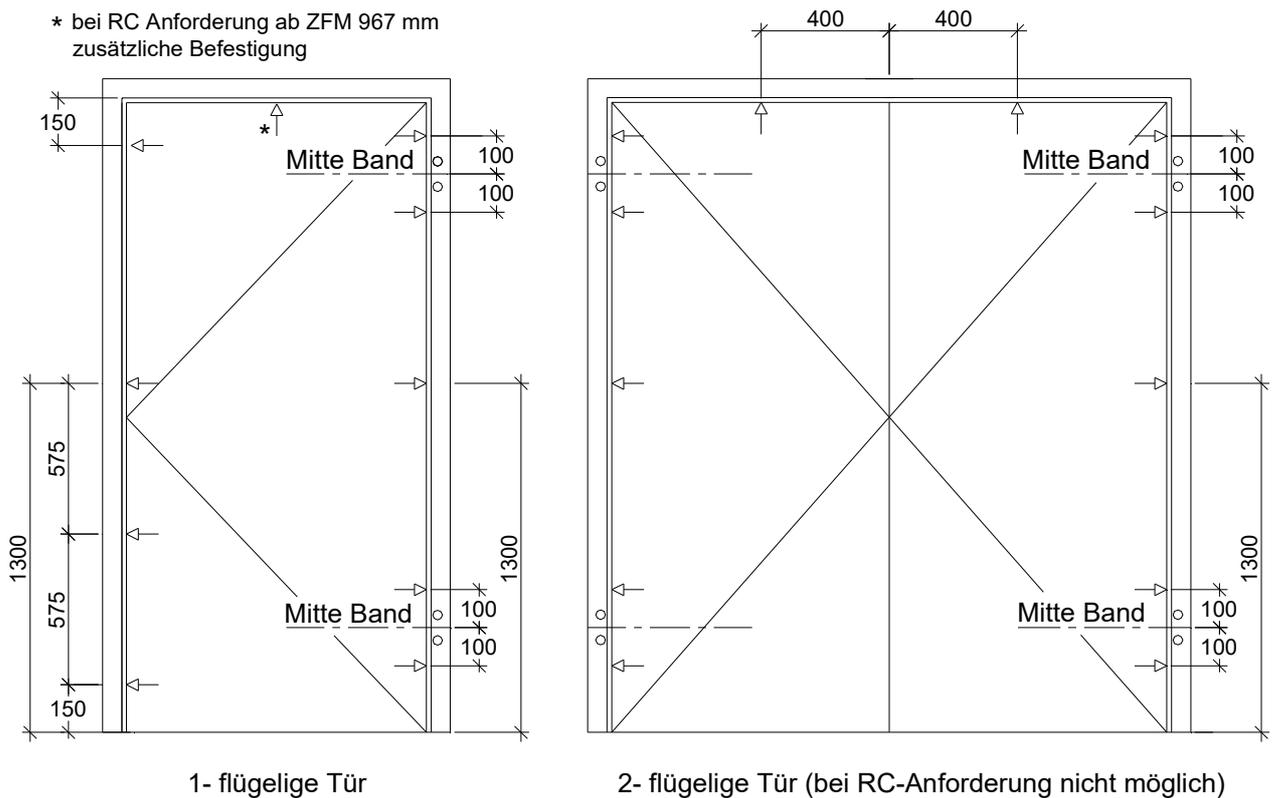

Abbildung 7: Höhenlage der Befestigungspunkte
- Die Befestigungspunkte befinden sich aufrecht max. 150 mm ober- und unterhalb von denen der Unterkonstruktion und oben quer ca. 50mm daneben. Die Lage ist in Abbildung 7 noch einmal verdeutlicht und gilt für alle zugelassenen Wände